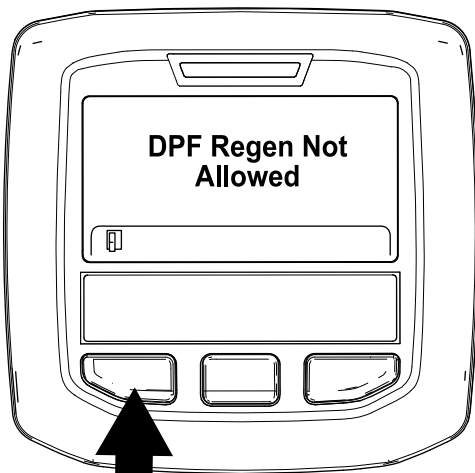

Figura 51
- Se il processo di rigenerazione non è consentito dal computer del motore, viene visualizzato il messaggio "Rigen. FAP non consentita" nell'InfoCenter (Figura 51). Premete il pulsante sinistro per uscire e tornare alla schermata Home.